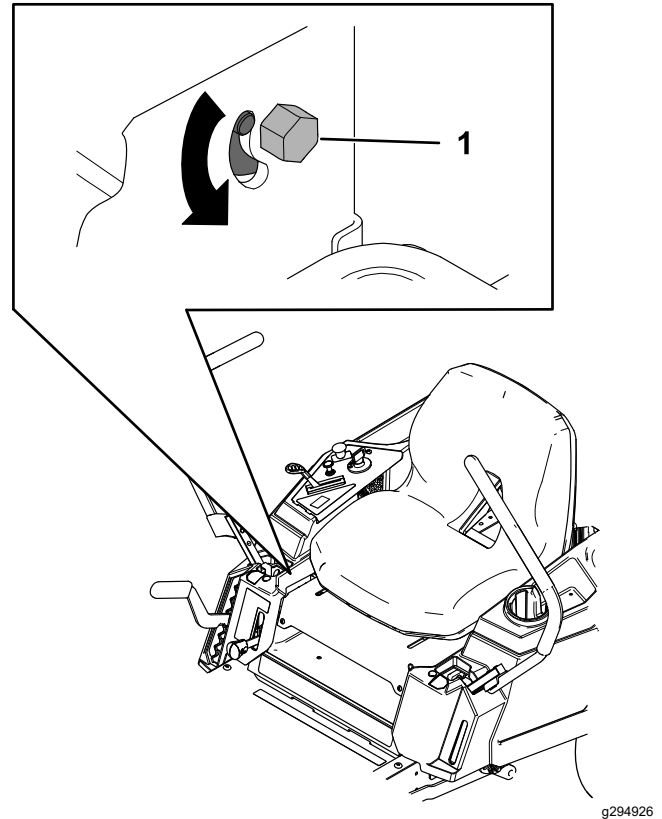

Figure 45
3. Localisez le boulon de réglage de la dérive près du levier de commande de déplacement du côté qui nécessite le réglage (Figure 45).